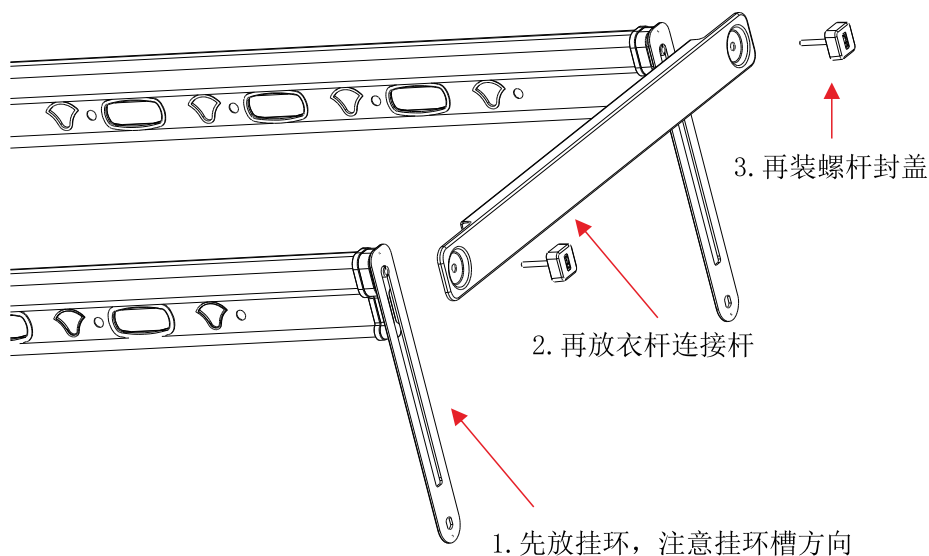
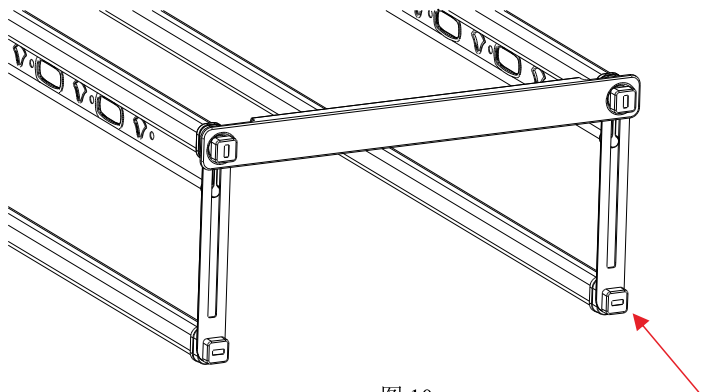

图 9
图 10
9、安装衣杆连接杆、挂环、被杆：先将挂环放在衣杆的伸缩口上，注意上挂环滑槽，再将螺杆封盖穿过衣杆连接杆固定在衣杆上，如图9所示。最后组装被杆，将螺杆封盖穿过挂环，固定在被杆的伸缩杆封口上。如图10所示。